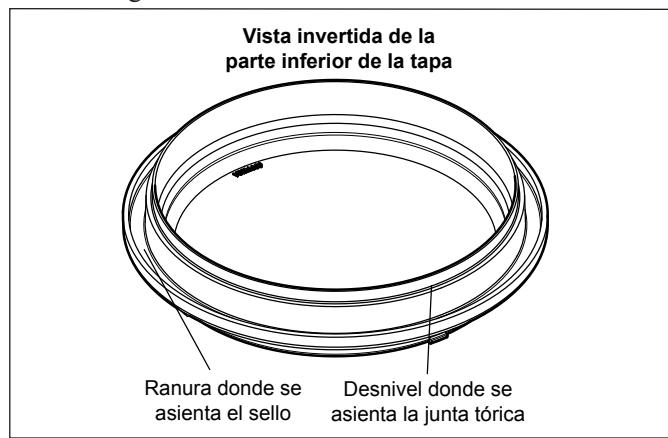

Figura 5. Colocación de la junta tórica de prueba de presión azul
2. Coloque la junta tórica azul en el desnivel ubicado a $\frac{1}{4}$ " desde la parte inferior de la tapa. Consulte la Figura 5.
- NOTA La junta tórica azul se asienta a aproximadamente $\frac{1}{4}$ " de distancia del sello. Consulte la Figura 5.